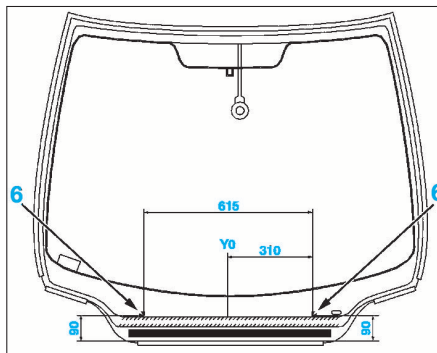

FIG. 125
- Mettre en place les 2 cales (6) (fournies avec le pare-brise) à 90 mm du profilé central inférieur et à 310 mm de l'axe de symétrie (Y0) du pare-brise (Fig.125).